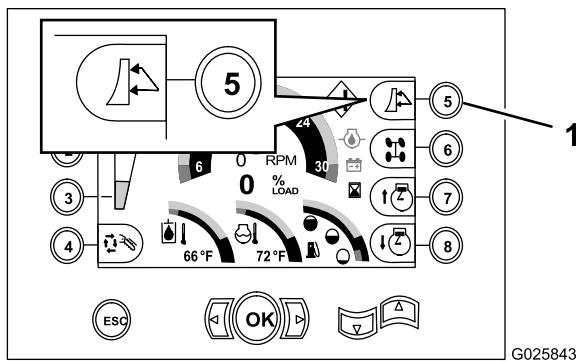

Figura 54
1. Cambie la máquina a la función de relleno pulsando el botón 5 del centro de control hasta que aparezca el icono de la hoja de relleno (Figura 54).